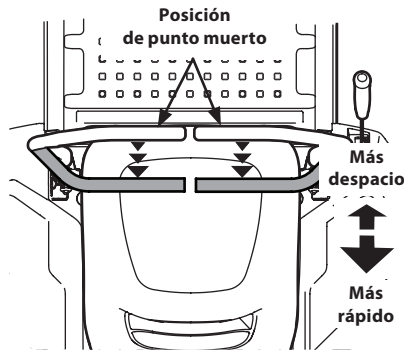

Figura 31
1. Mueva las dos palancas de control de la transmisión de forma lenta y pareja hacia atrás. El tractor comenzará a moverse hacia atrás. Consulte la Figura 31.